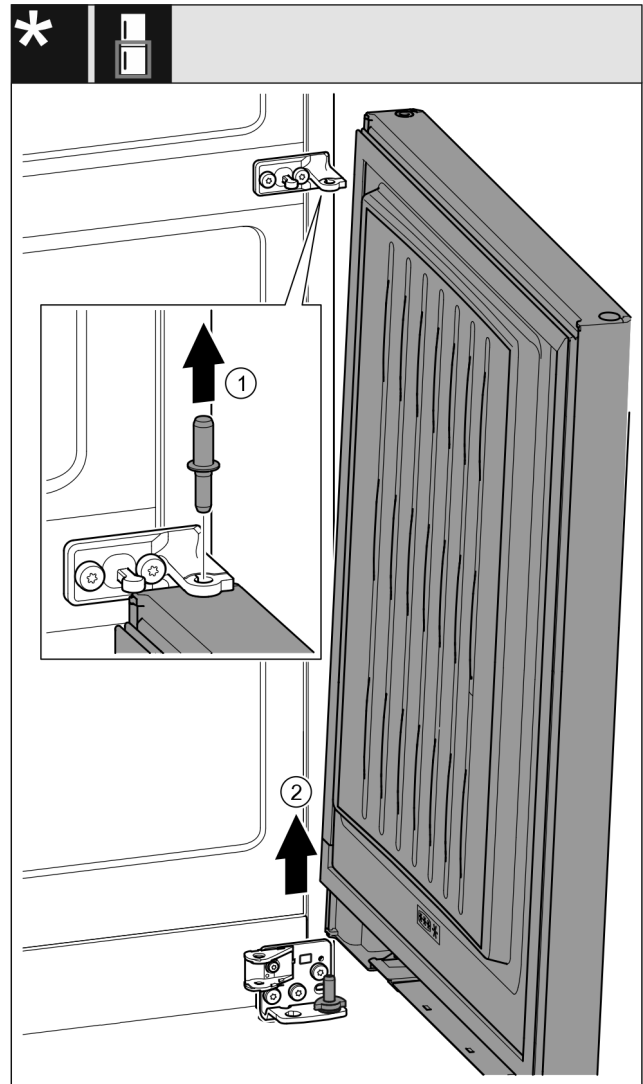

Fig. 27 Met sluitdemper*
- Bouten Fig. 27 (1) naar boven toe eruit trekken.*
- Deur Fig. 27 (2) eruit draaien, naar boven trekken en opzij leggen.*